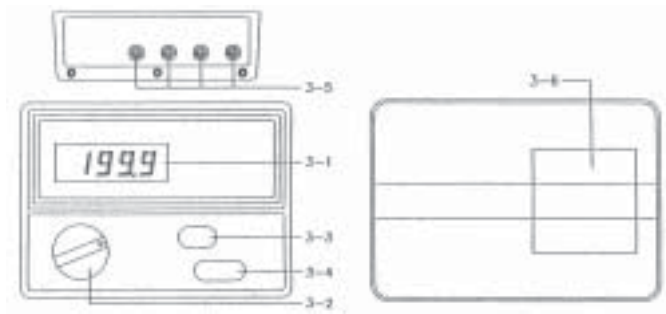

fig.1
3. Sett funksjonsrattet (3-2, fig. 1) i rett posisjon før målingen startes.
4. Steng av instrumentet med strømbryteren (3-3, fig. 1) om det ikke skal brukes.
1. Koble den røde målekabelen til W inngangen (3-5, fig. 1).
2. Koble den svarte målekabelen til COM inngangen (3-5, fig1)
1. Koble den røde målekabelen till Hi inngangen og den svarte till Lo inngangen (3-5, fig. 1).